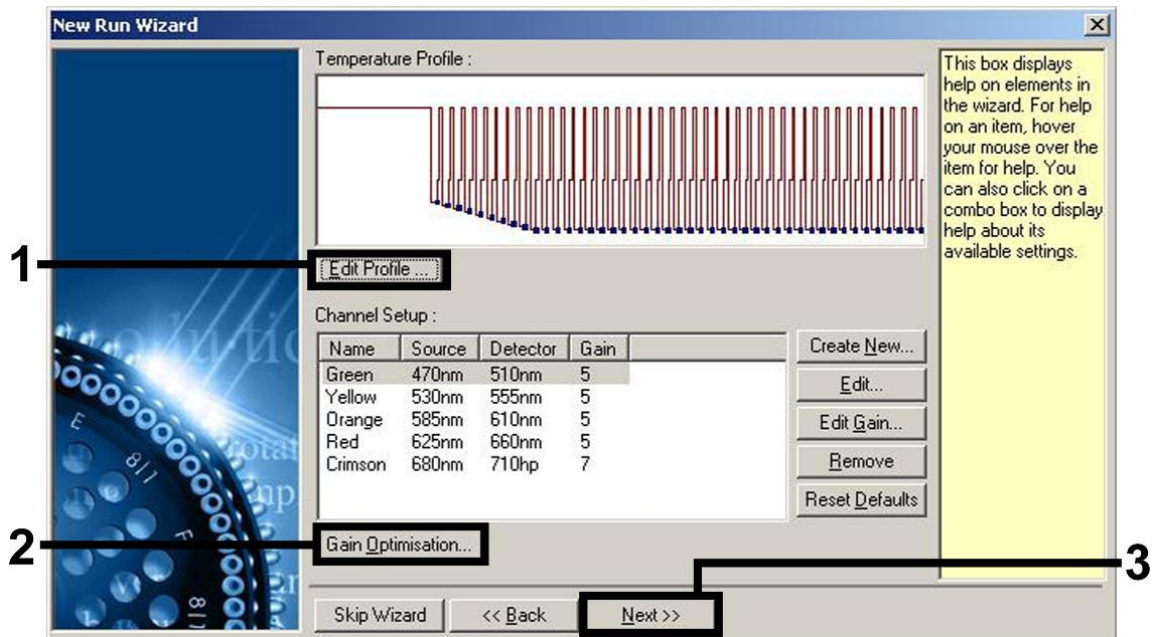
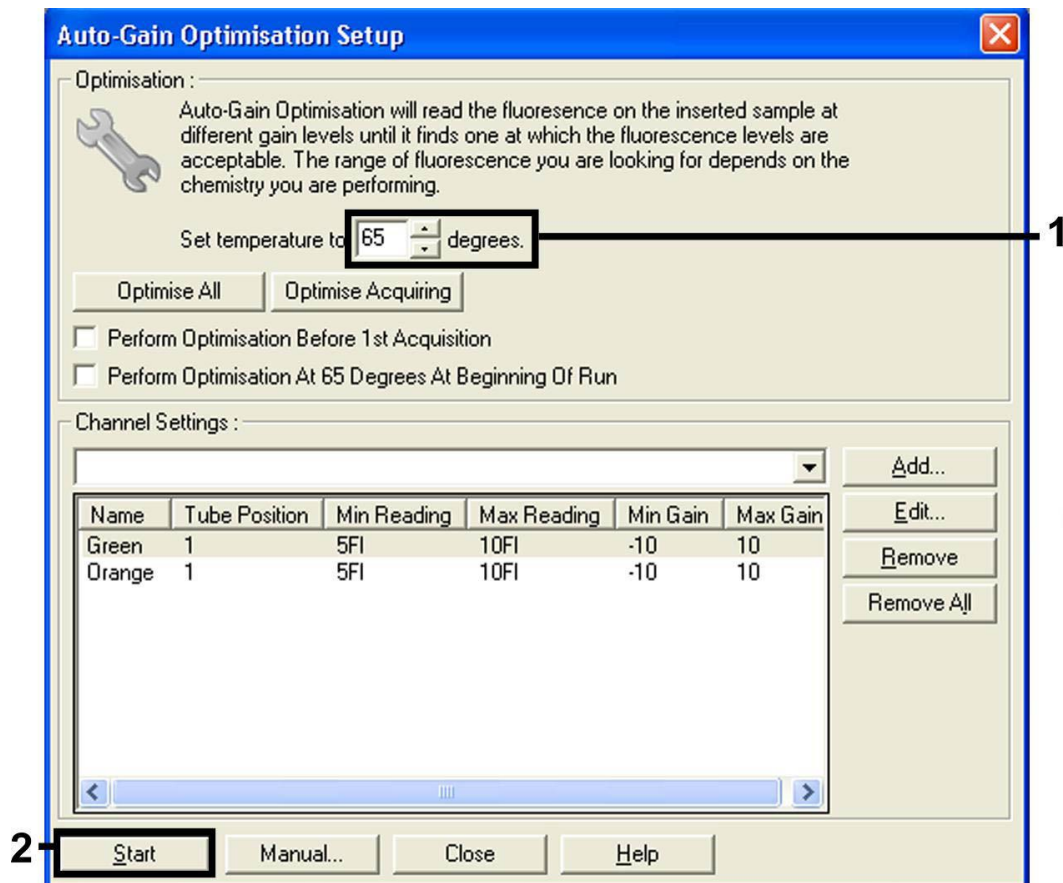

Abbildung 3. Bearbeiten des Profils.
Abbildung 6. Einstellen der Sensitivität der Fluoreszenzkanäle.
Einstellen der Sensitivität der Fluoreszenzkanäle	Abbildung 6
8. Klicken Sie im nächsten Dialogfeld „New Run Wizard“ (Abb. 3) auf die Schaltfläche „Edit Profile“ (Profil bearbeiten) und programmieren Sie das Temperaturprofil wie in Abb. 3 bis 5 gezeigt.
9. Der Messbereich der Fluoreszenzkanäle muss auf die Fluoreszenzintensität in den PCR-Ansätzen abgestimmt werden. Klicken Sie im Dialogfeld „New Run Wizard“ auf „Gain Optimisation“ (Optimierung der Verstärkung), um das Dialogfeld (siehe Abb. 3) „Auto-Gain Optimisation Setup“ (Einrichten der Optimierung der automatischen Verstärkung) zu öffnen. Stellen Sie die Kalibrierungstemperatur auf „65“, damit sie der Annealing-Temperatur des Amplifikationsprogramms entspricht (Abb. 6).